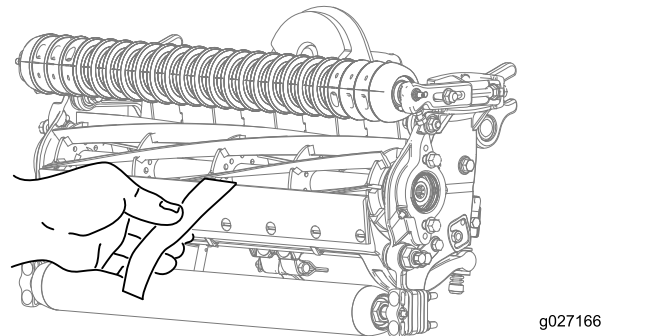

図 11
12. 切れ味確認用のトロ製試験ペーパーを一枚、リールと下刃との間に、下刃に対して直角になるように差し入れて、カッティングユニットの切れ味をテストする 図 11。